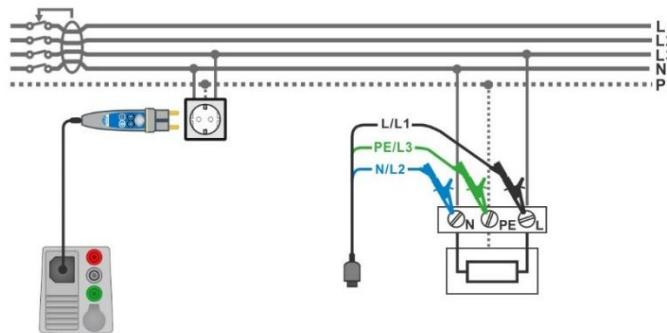

Fig. 4.33: Forbindelse med Plug commander og 3-leder testledning
- › Forbind 3-leder testledningerne eller Plug commander til objektet der skal testes, se **Fig. 4.33**
› Forbind 3-leder testkabel eller en Plug commander til objektet der skal testes, se Fig. 4.33